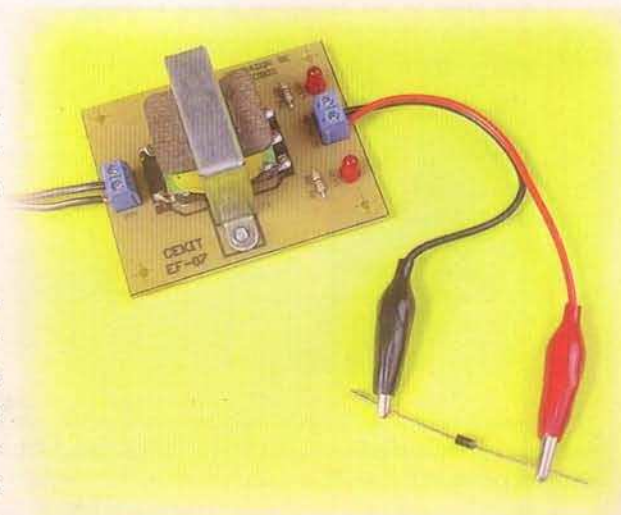

Figura 7.2 Prueba de un diodo abierto
- Si el diodo está **abierto**, no habrá una trayectoria continua para la circulación de la corriente, por lo tanto no se encenderá ningún diodo LED. **Figura 7.2**